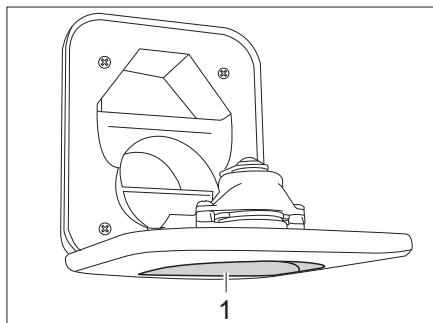

Bild 156 Påfyllningsöppning för färskvatten till toaletten
- Öppna påfyllningsöppningen för färskvatten till toaletten (Bild 156,1) ovanför luckan till Thetford-kassetten och sväng den nedåt.